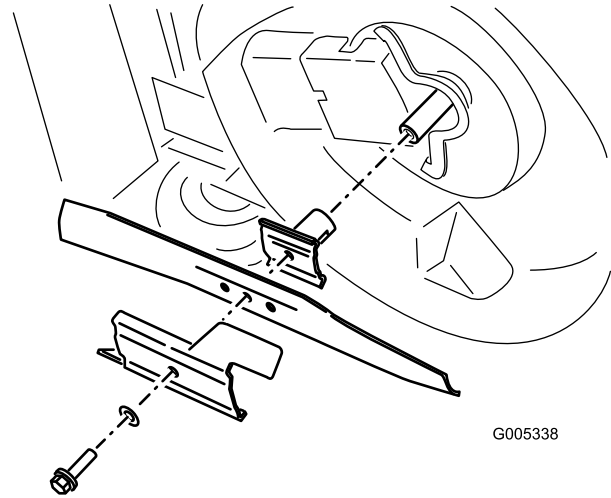

Figura 2
6. Instale una cuchilla Toro afilada y equilibrada, y sujétela con los herrajes que retiró anteriormente (Figura 2). Utilice una llave dinamométrica para apretar el perno de la cuchilla a 82 Nm (60 pies-libra).